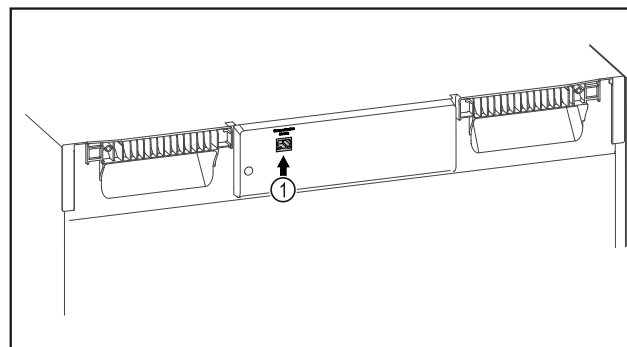

Fig. 142
- ☐ SmartModule Fig. 142 (1) ist eingesetzt.